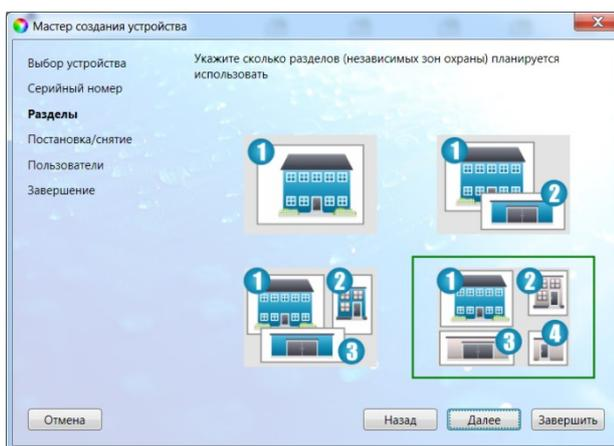

Рис. 5.7. Окно *Разделы*
11. В следующем окне *Разделы* укажите необходимое количество разделов (рис. 5.7). Сведения об использовании разделов см. в разделе 1.1.